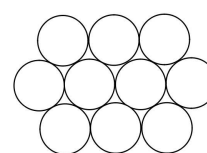

figure 1
- ① on commence par ranger les sphères dans un plan (figure 1) qu'on nomme A ;